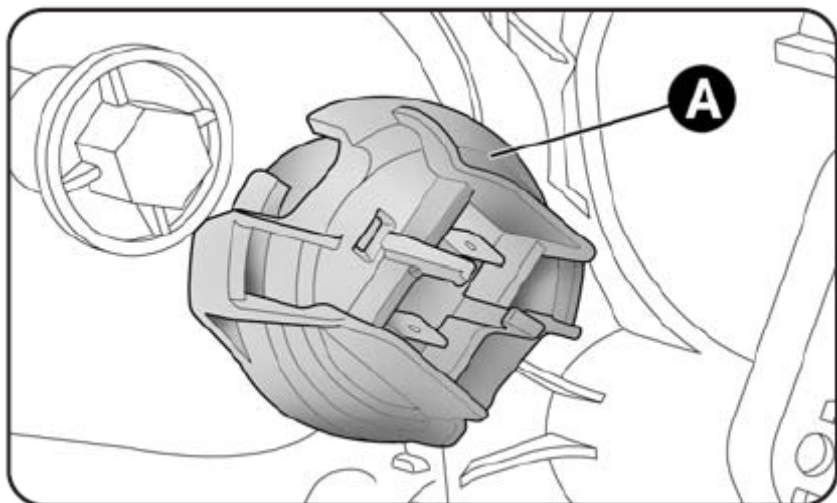

Рис. 24
- Снимите защитную крышку **А** – рис. 24,